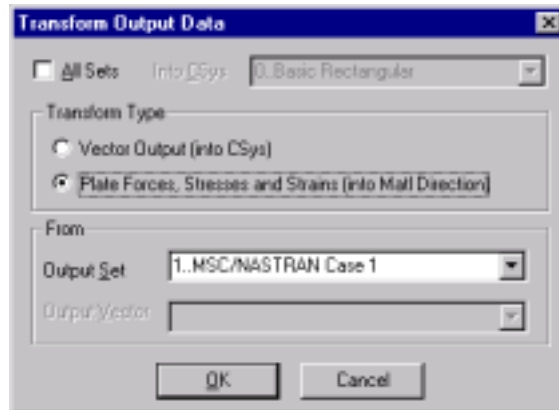

Abb. 6: Auswahl für Tensortransformation
- Nun werden die Spannungen in das Materialkoordinatensystem transformiert: Model – Output – Transform (Abbildung 6). Dabei werden die Elemente der rechten Seite ausgewählt und die beiden folgenden Abfragen mit OK bestätigt.